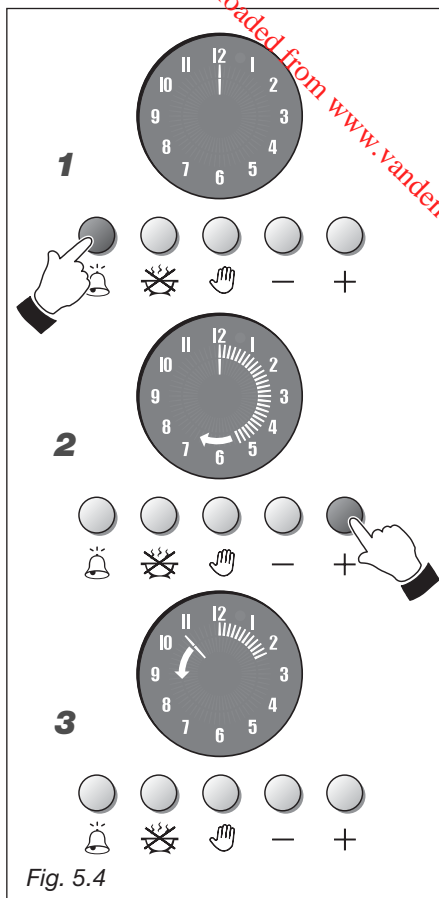

Fig. 5.4
COMPTE-MINUTES (fig. 5.4)
1. Fig. 5.4 - Pour programmer la durée, appuyer sur la touche .
2. Fig. 5.4 - Avant que 7 secondes ne s'écoulent, appuyer sur la touche  jusqu'à ce que les segments externes correspondant à la durée voulue ne s'allument (chaque segment correspond à 1 minute). Dans le cas où la durée voulue serait dépassée, appuyer sur la touche  pour obtenir le réglage voulu.
3. Fig. 5.4 - Le compte à rebours commence immédiatement et est visualisé par une aiguille lumineuse qui tourne dans le sens contraire des aiguilles d'une montre et qui à chaque tour (1 minute) éteint un segment.